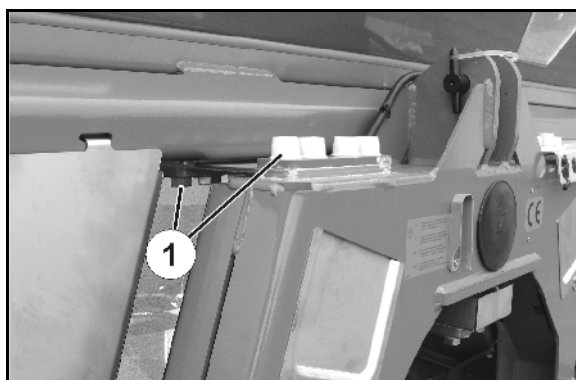

Fig. 52
- 2 x 8 skruer til bladfjedre (Fig. 52/1)